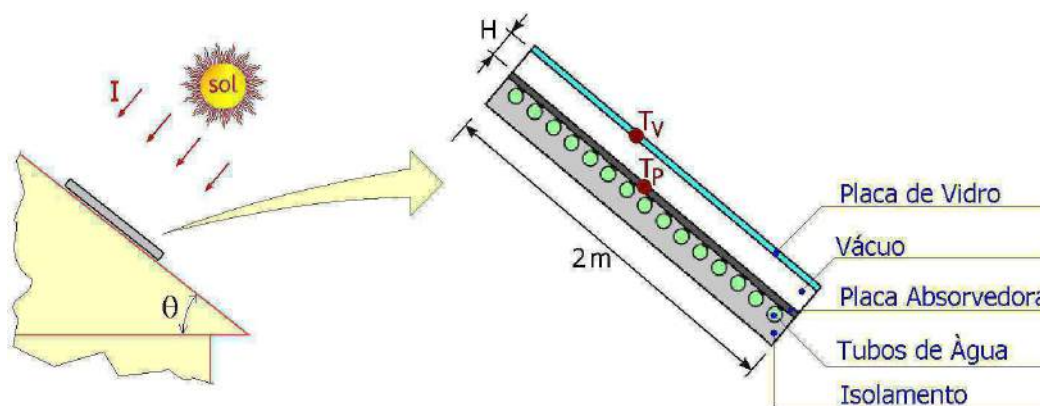

Figura 2a
2. Um colector solar plano (2 m de altura \times $2,5\text{ m}$ de largura) está colocado no telhado de uma moradia (ver figura 2a) cuja inclinação é de $\theta = 30^{\circ}$, igual à do colector solar.